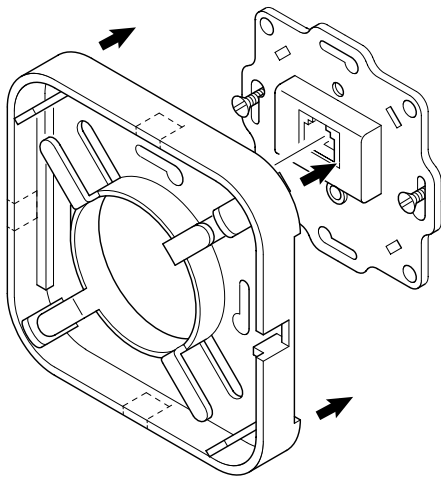

Fig. 15-3: Montage Geniax Design Abdeckung Tronic
- Elektronikabdeckung auf die Pumpenelektronik aufsetzen und beide Komponenten gemeinsam wieder befestigen. (siehe Fig. 15-3).